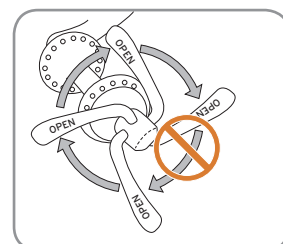

Figura 46. Não rode a alavanca
- Não rode a alavanca como uma porca de orelhas para a apertar (Figura 46); este procedimento não produz força suficiente para segurar a roda.